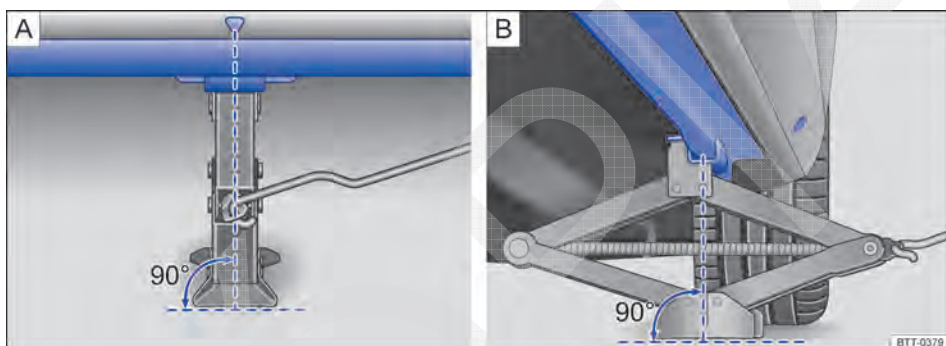

Fig. 263 Colocar o macaco sanfona atrás no lado esquerdo do veículo.
O macaco somente pode ser posicionado nos pontos de recepção indicados, nas marcação da carroceria \Rightarrow Fig. 263. É válido o ponto de apoio localizado próximo à roda correspondente \Rightarrow .
6. Procurar sob o veículo o ponto de recepção do macaco \Rightarrow Fig. 263 mais próximo da roda a ser trocada.
- Garantir que a base do macaco, com toda sua superfície, esteja sobre o chão e que a base se encontre perpendicularmente abaixo do ponto de colocação ⇒ Fig. 263.
- Alinhar o macaco e, simultaneamente, levantar a garra do macaco até ela se encaixar na travessa debaixo do veículo ⇒ Fig. 263.
- Posicionar o macaco somente nos pontos indicados. A garra do macaco deve se encaixar no perfil da longarina de forma segura ⇒ Fig. 263.